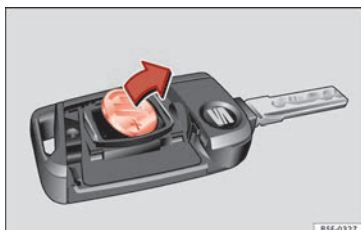

Fig. 94 Clé du véhicule : retirez la pile.
- Retirez la pile du compartiment à l'aide d'un objet fin approprié » fig. 94.
- Placez la pile neuve comme indiqué » fig. 94 et appuyez-la contre le logement des piles dans le sens contraire de la flèche » ①.